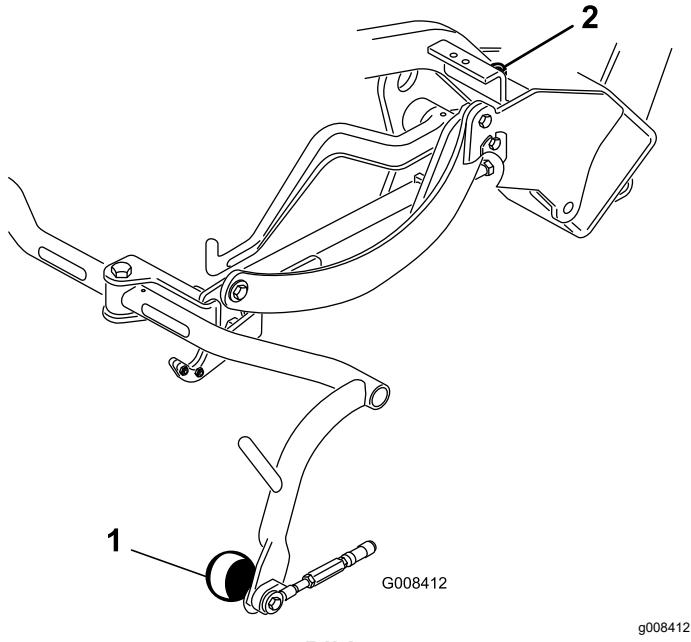

Bild 7
- Sollte eine Einstellung erforderlich sein, lösen Sie die Klemmmutter an der Anschlagschraube des Trägerrahmens (Bild 7) und drehen Sie die Schraube nach oben oder unten, um den Trägerrahmen anzuheben oder abzulassen. Ziehen Sie die Klemmmutter an, um die Einstellung beizubehalten.